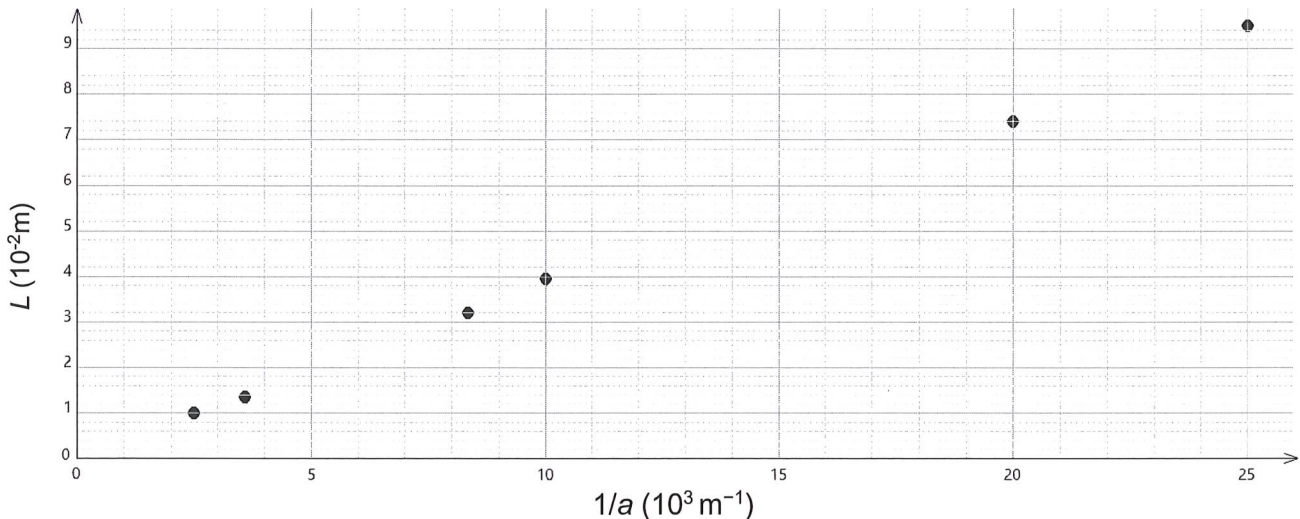

Figure 3 – Représentation graphique de  $L$  en fonction de  $1/a$
- Q.4.** Justifier que les résultats expérimentaux de la figure 3 sont compatibles avec la modélisation  $L = k \times \frac{1}{a}$  où  $k$  est une constante.